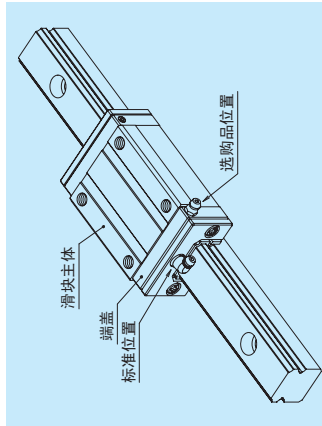

图 12 润滑用零件的安装位置
(2) 润滑用零件的安装位置
- 润滑脂注入嘴标准型号的位置是安装在滑块的端面，作为选购品也可安装在端盖的侧面 (图 12)。